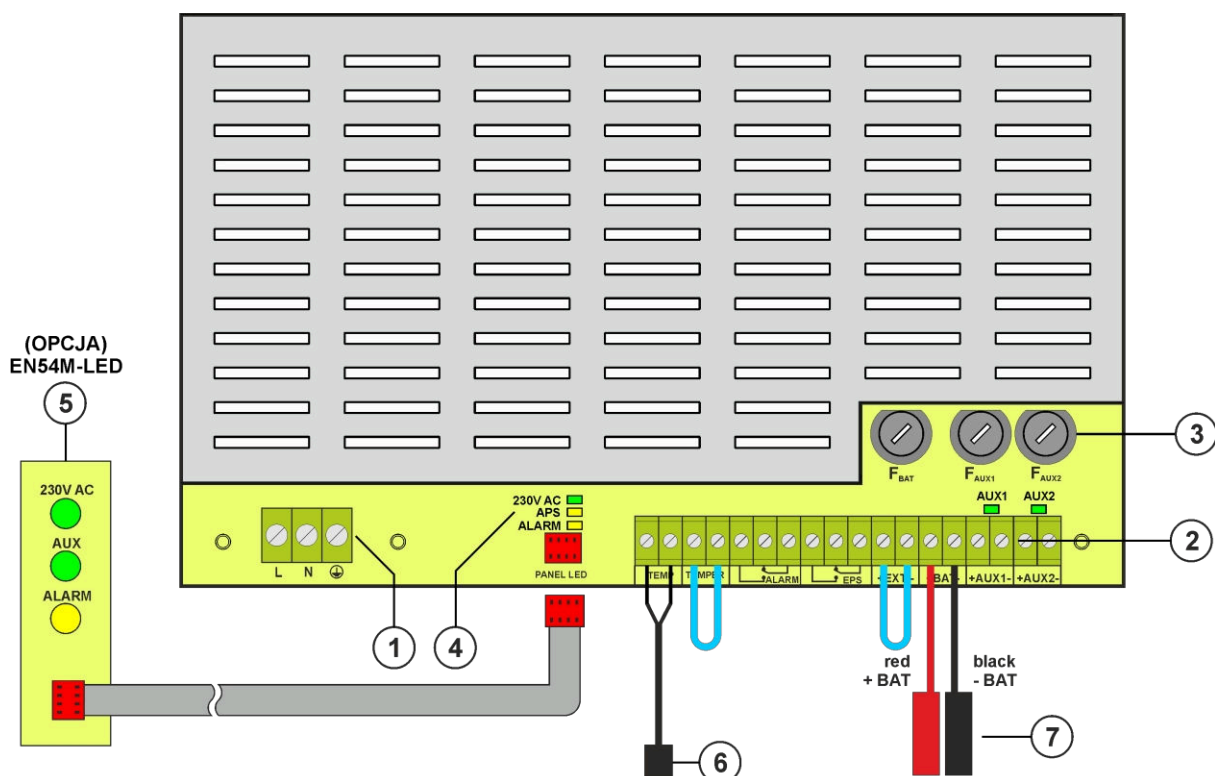

Fig. 2. Vista del módulo de fuente de alimentación.
Tabla 1. Elementos del módulo PSU (Fig. 2).
①	Conector de alimentación de 230 V con un terminal para la conexión de un conductor de protección
②	Bornes: TEMP - entrada del sensor de temperatura de la batería TAMPER - entrada del microinterruptor tamper Entrada cerrada = ninguna indicación Entrada abierta = alarma ALARMA - salida técnica de fallo colectivo de la fuente de alimentación - tipo relé EPS - salida técnica de indicación de fallo de alimentación CA abierto = Fallo de alimentación CA cerrado = Alimentación CA - O.K. EXTi - entrada de fallo externo Entrada cerrada = sin indicación Entrada abierta = alarma +BAT- - terminales para conectar la batería +AUX1- - Salida de alimentación AUX1 (- AUX=GND) +AUX2- - Salida de alimentación AUX2 (- AUX=GND) ATENCIÓN En la Fig.2 el conjunto de contactos muestra un estado sin potencial del relé, que corresponde a un fallo de alimentación.
③	Fusibles: F_{BAT} - fusible del circuito de la batería, F_{AUX1} - fusible en el circuito de salida AUX1, F_{AUX2} - en el circuito de salida AUX2, Los valores de los fusibles figuran en la tabla 4 - "Parámetros eléctricos".
④	LEDs - indicación óptica: 230 V AC - tensión en el circuito de 230 V AC APS - fallo de batería ALARMA - fallo colectivo AUX1 - Tensión de salida AUX1 (en el conector AUX1) AUX2 - Tensión de salida AUX2 (en el conector AUX2)
⑤	PANEL LED - el panel de indicación óptica externa EN54M-LED
⑥	Sensor de temperatura de la batería
⑦	Conectores de la batería; positivo: +BAT= rojo, negativo: - BAT= negro